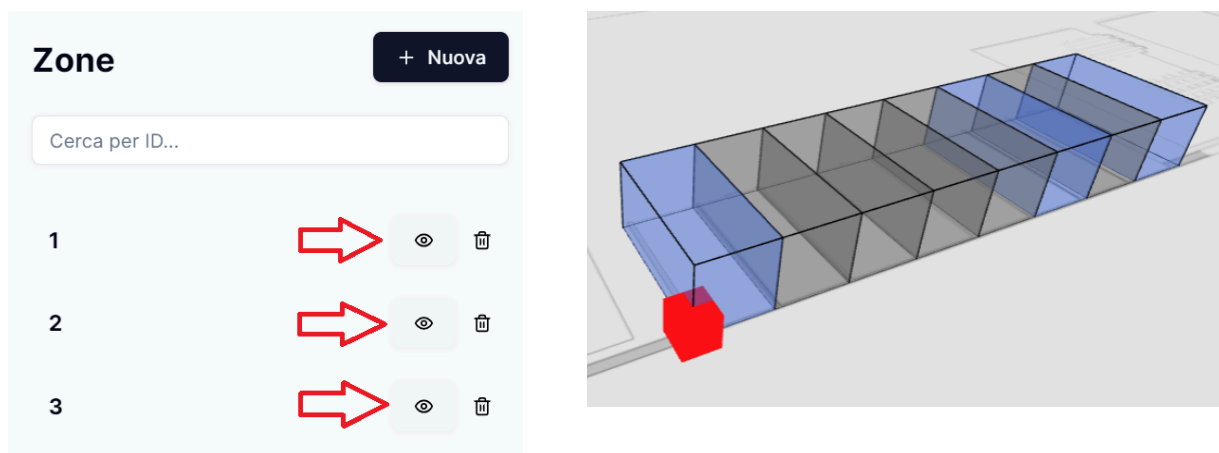

Figura 10: Pulsante “occhio” per l’ispezione zona (sinistra) e cubo utile all’interazione con una zona (destra)
- il pulsante contenente l'icona raffigurante un occhio (Figura 10 (sinistra)) presente nella lista delle zone (Sezione 3.3.1) nella riga corrispondente alla zona da ispezionare;
- il cubo rosso presente nell'angolo in basso a sinistra rispetto alla zona, visibile nel caso in cui il cursore del mouse sia sovrapposto a tale zona (Figura 10 (destra)). Per eseguire l'ispezione, tale cubo deve essere premuto con un doppio click del tasto sinistro del mouse.